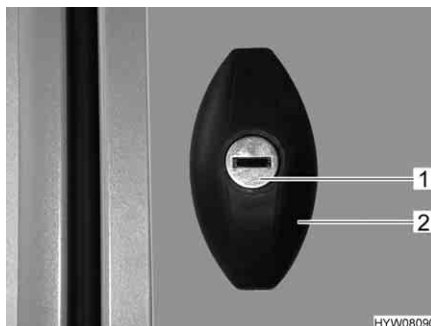

Fig. 32 Serratura dello sportello, ellittico, chiuso
- Inserire la chiave nel cilindro della serratura (Fig. 32,1) e ruotare in senso antiorario di un mezzo giro. La maniglia della serratura (Fig. 32,2) scatta all'infuori.